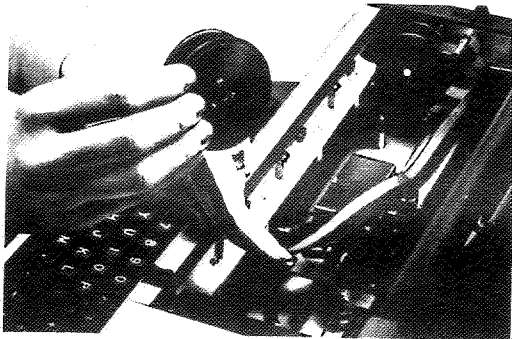
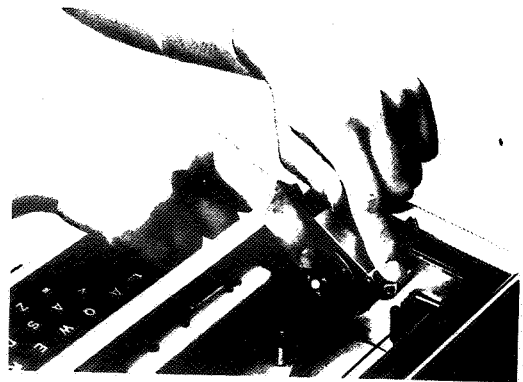

Fig. 2.11
Fig. 2.12
- che il nastro si svolga dalla parte inferiore delle bobine (Fig. 2.11 e Fig. 2.12).